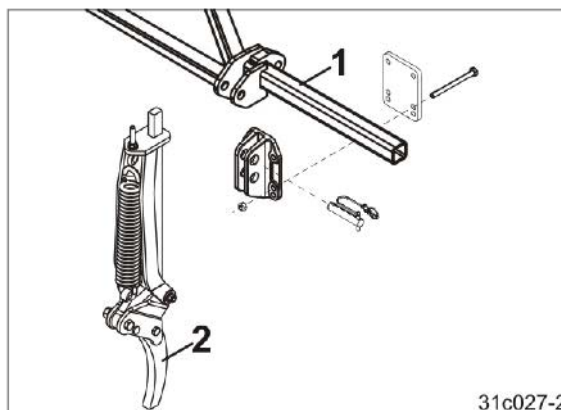

Fig. 44
3-punkts-forlængerrammen (Fig. 44/1) bruges til
- fastgørelse af sporløsner (Fig. 44/2).
Jordbearbejdningsskabet kan anvendes med mindre arbejdsdybde, hvis de dybe spor er blevet afhjulpet af traktorsporløsnerne (Fig. 44/2).